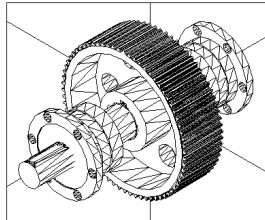

图 15-108
(82) 移动处理。单击  按钮或者在命令行直接输入 `move`。进一步安装，结果如图 15-108 所示。